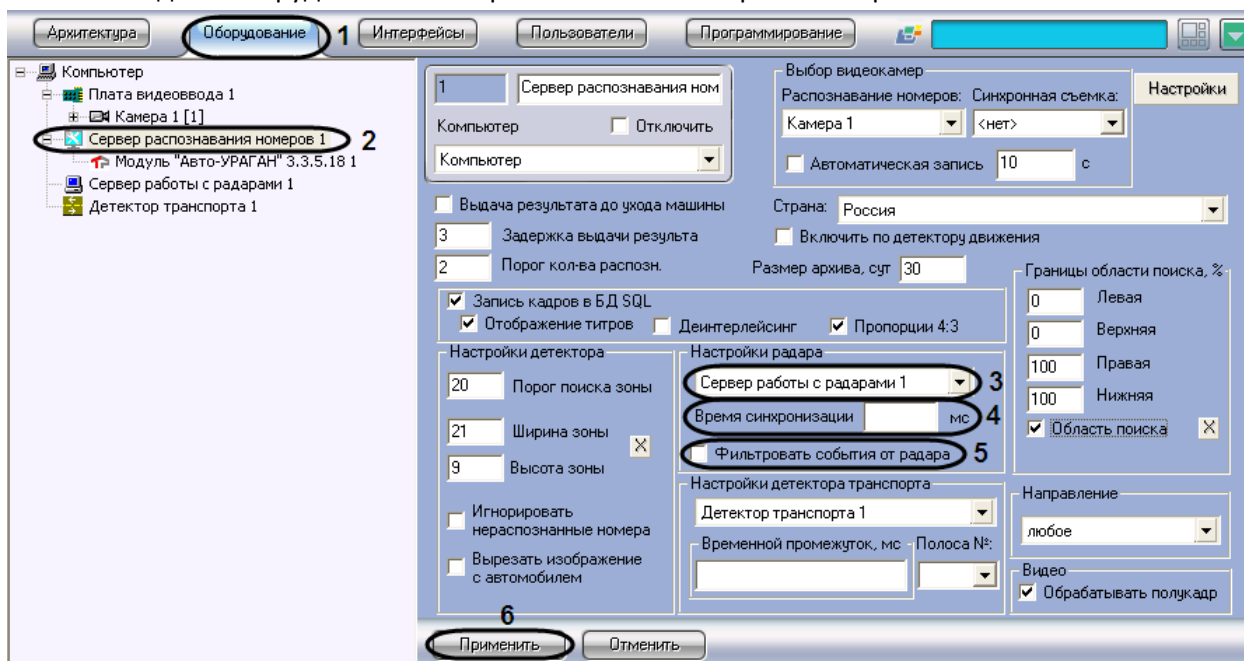

Рис. 7.2—19. Настройка совместной работы Сервера распознавания номеров и программного модуля «Радар»
2. В дереве объектов на вкладке «Оборудование» выбрать объект «Сервер распознавания номеров», соответствующий активированному программному модулю «Авто-УРАГАН 3.3.5.18», «CARMEN-паркинг» или «CARMEN-Авто» (см. раздел «Активация программного модуля, используемого для распознавания номеров», Рис. 7.2—19, 2). В правой части вкладки «Оборудование» отобразится панель настройки выбранного объекта
3. Выбрать объект «Сервер работы с радаром» из списка доступных объектов в системе (см. Рис. 7.2—19, 3). В данном списке требуется выбрать объект «Радар», который соответствует устройству «Радар», направленному на ту же полосу дорожного движения, что и видеосъемка, работающая совместно с Сервером распознавания номеров
4. Указать время в поле «Время синхронизации», в течение которого автомобиль должен проехать расстояние от места фиксации скорости движения транспортного средства устройством «Радар», до участка дороги, куда направлена видеокамера, работающая совместно с Сервером распознавания номеров (см. Рис. 7.2—19, 4). Параметр «Время синхронизации» выражается в миллисекундах.
5. Установить флажок «Фильтровать события от радара» для фиксации только первой скорости от радара, остальные скорости игнорируются до истечения времени задержки или распознавания номера (см. Рис. 7.2—19, 5).